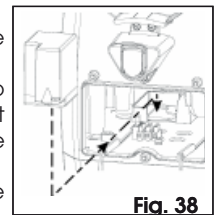

Fig. 38
2. Plaats de kit voor de batterijen links van de transformator, zie Fig. 38.